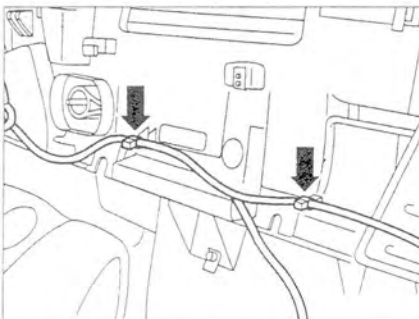

Рис. 9.53. Снимите стяжные ленты (стрелка) на отопителе.
4. Снимите стяжные ленты (стрелка) на отопителе (рис. 9.53).